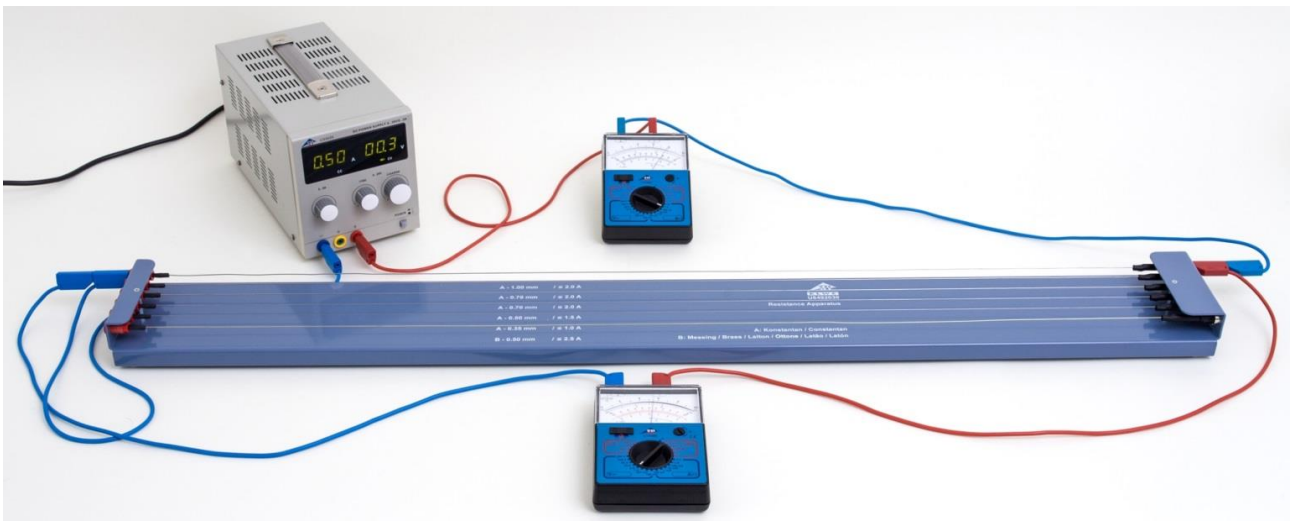

Fig. 1: Disposição da medição.
- Montar disposição de medição conforme Fig. 1. Conectar os conectores "+/-" da fonte de alimentação aos conectores nas extremidades do fio a ser medido. Incluir um multímetro para medição da corrente em série no meio. Conectar outro multímetro para a medição da tensão em paralelo com os conectores nas extremidades do fio a ser medido.